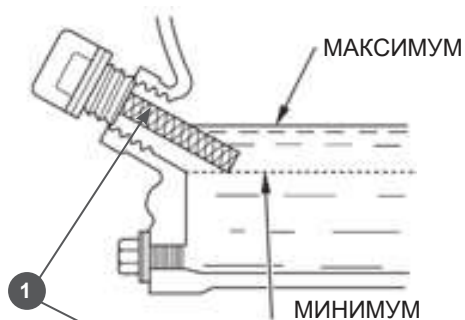

Рис.4
3. Извлеките щуп(1) Рис.4 и протрите его чистой тряпкой. Установите его, не закручивая, в маслonaливную горловину.